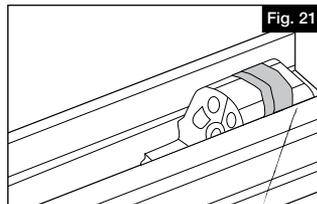

Fig. 21
- a. Enroulez suffisamment de ruban de masquage autour des supports d'attache afin qu'ils glissent parfaitement dans les extrémités du longeron supérieur pré perforé. Glissez les supports d'attache dans les extrémités du longeron supérieur pré perforé. Alignez les supports d'attache avec l'angle marqué sur la poutre (Figure 21) afin qu'au moment de la coupe, la face entière du support d'attache soit coupée, mais que la plus petite quantité de matière possible soit retirée.